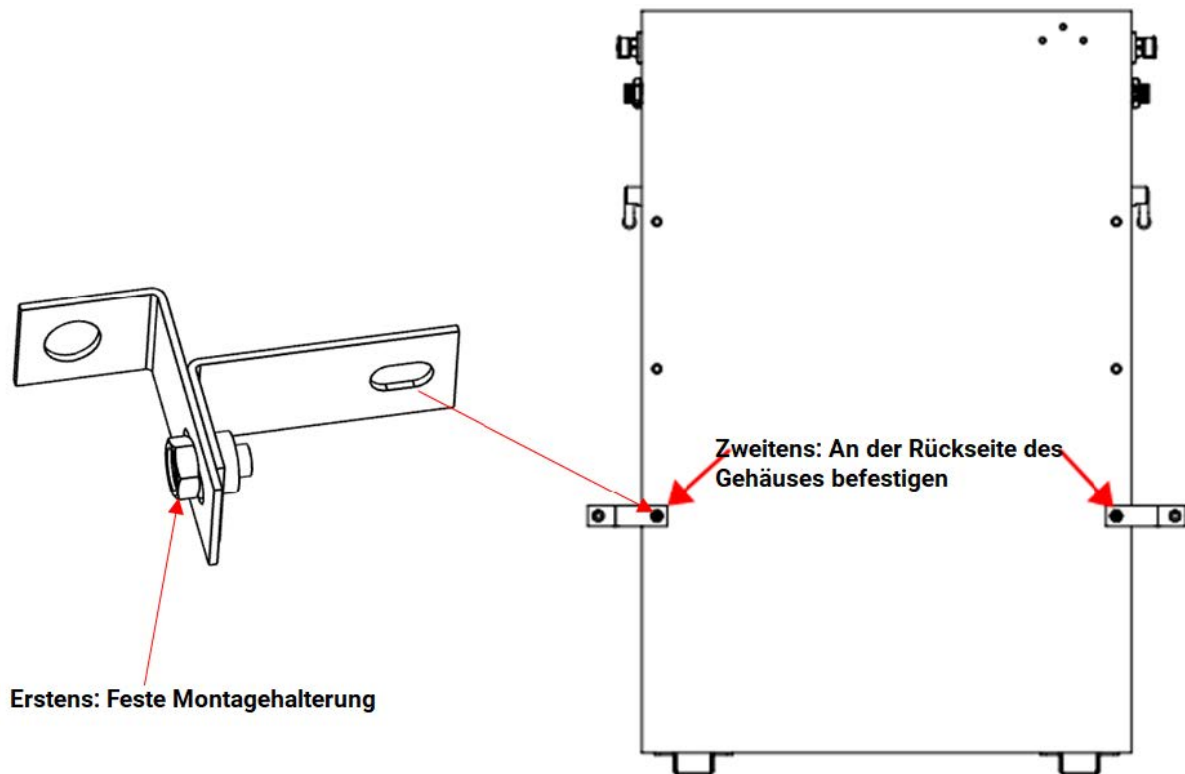

Figure 5-4
a) Verwenden Sie die 4 Schrauben M6*10, um die linken und rechten Halteösen an der Rückseite der Batterie zu befestigen, wie in Abbildung 5-4 gezeigt.